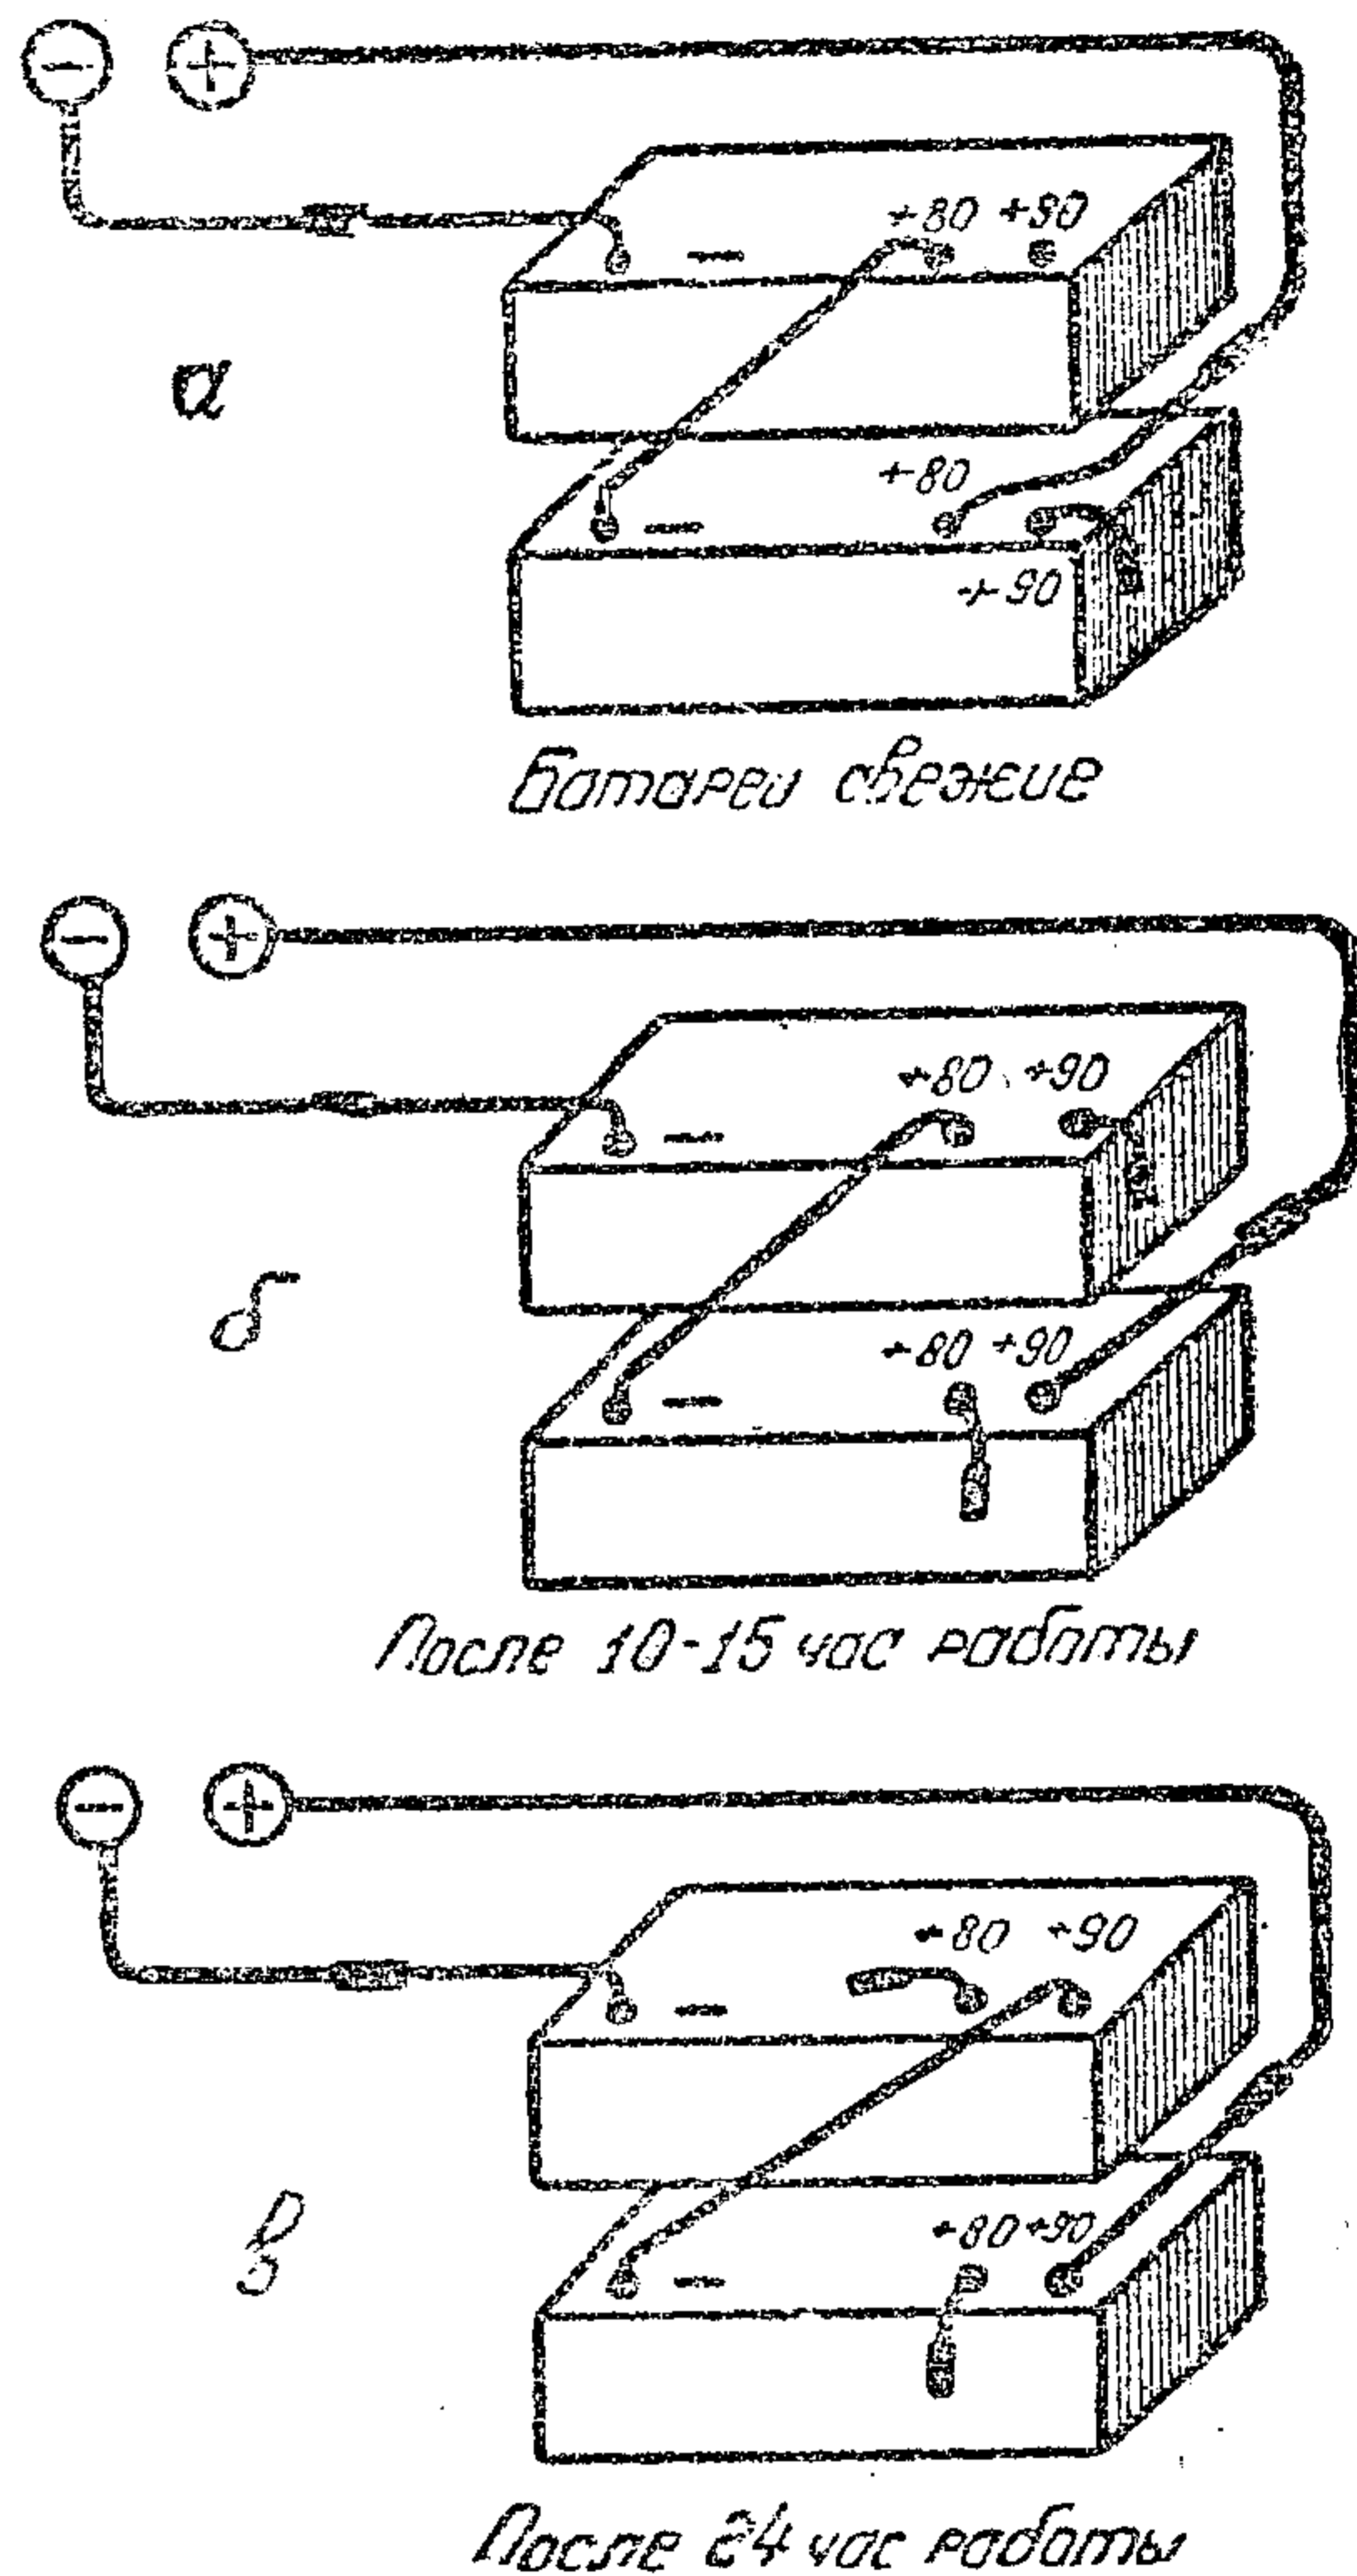

Рис. 9. Включение анодных батарей БАС-80
2. Если анодные батареи дают под нагрузкой (при включенной радиостанции на передачу) напряжение 120 в, включить дополнительные секции батарей по 10 в (как на рис. 9в) или, если дополнительные секции уже использованы, заменить батареи свежими и включить их, как показано на рис. 9а.